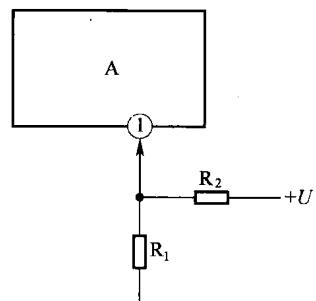

图 1-6 分压衰减电阻电路的应用
电路中，直流工作电压  $+U$  比较大，而集成电路 A 的①脚需要比  $+U$  低的直流电压，这时可以采用电阻分压电路。电阻  $R_1$  和  $R_2$  构成分压电路，分压后，比较低的直流电压加到集成电路 A 的①脚，以满足集成电路 A 的需要，如图 1-6 所示。